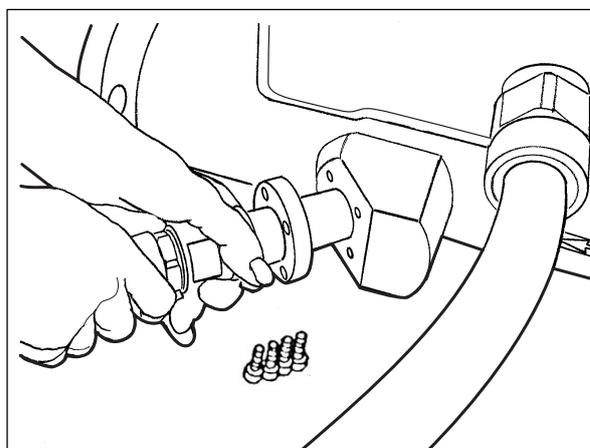

図 7-2; 検出器の抜き出し
- (2) 検出器を傷つけないように抜き出してください。(図 7-2)